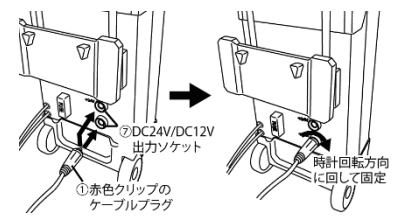

図3
3. DC12V出力で本商品を使用する場合は、①赤色クリップのケーブルプラグを⑦DC24V/DC12V出力ソケットのDC12V出力ソケットへ、DC24V出力で本商品を使用する場合は、DC24V出力ソケットへ奥まで差し込み、時計回転方向へ止まるまで回して確実に固定してください（図3参考）。